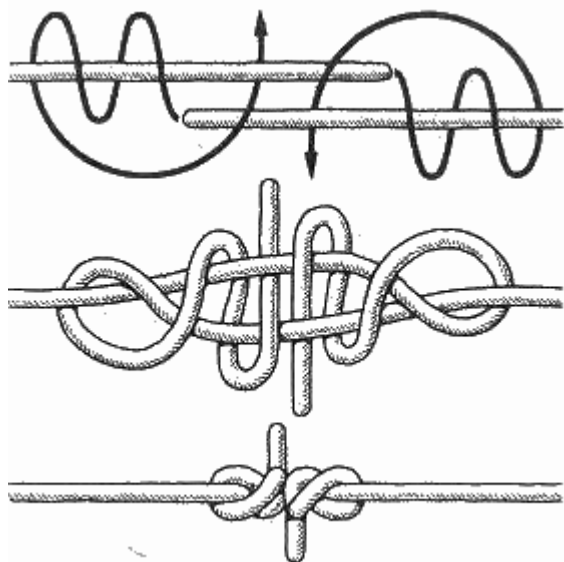

Рис. 34. Змеиный узел
**Змеиный узел** (рис. 34). Этот узел считается одним из самых надежных узлов для связывания синтетических рыболовных снастей. Он имеет достаточно много переплетений, симметричен и сравнительно компактен, когда затянут. При определенном навыке им можно даже связывать струны рояля. Для этого место связки струны нужно тщательно обезжирить и покрыть шеллаком.